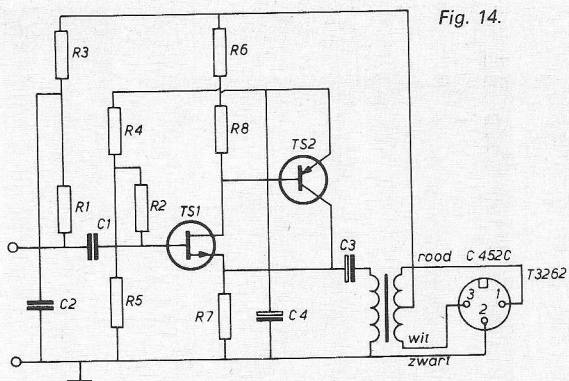

Fig. 14.
- microfoon FET-voorversterker kan eenvoudig zijn (fig. 14)